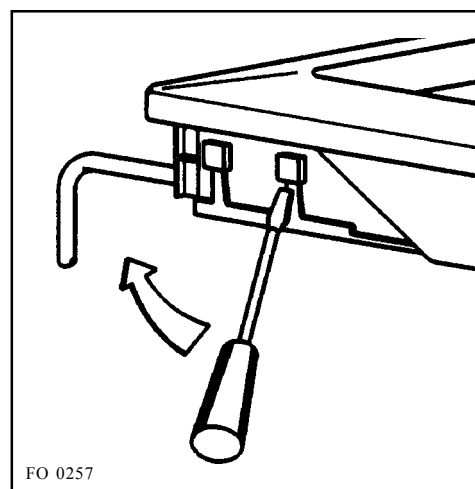

Рис. 6
- ☞ Вставить тонкую отвертку в видимую выступающую часть терминального блока, слегка надавить и поднять (рис. 6).